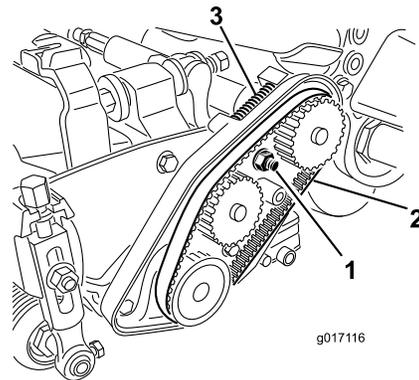

図 45
A. ベアリングハウジング取り付けナットをゆるめる 図 45。
- C. ベルトケース内部や圧縮スプリングについているごみをきれいに取り除く 図 45。